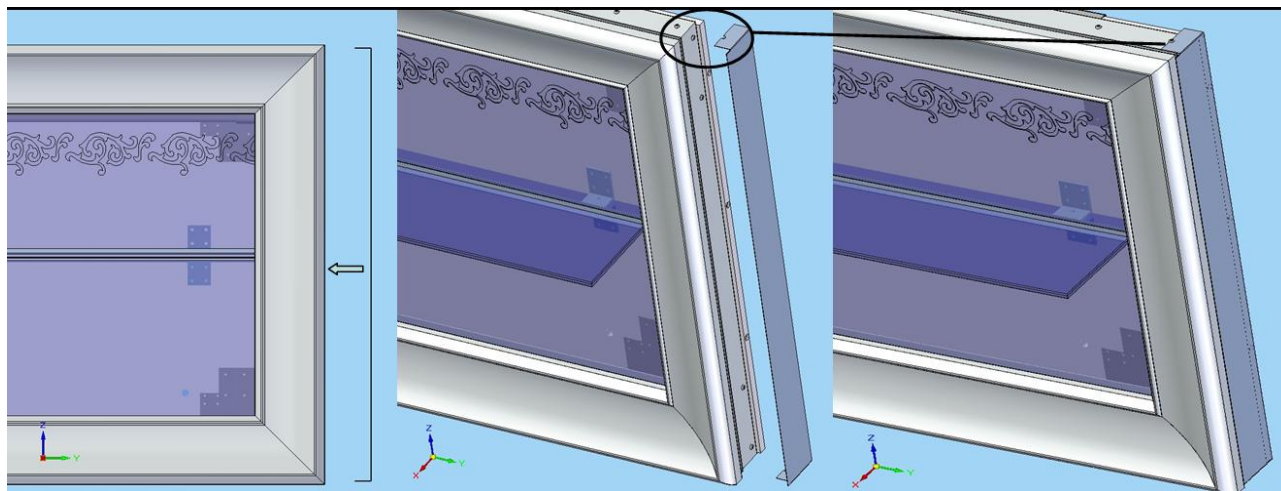
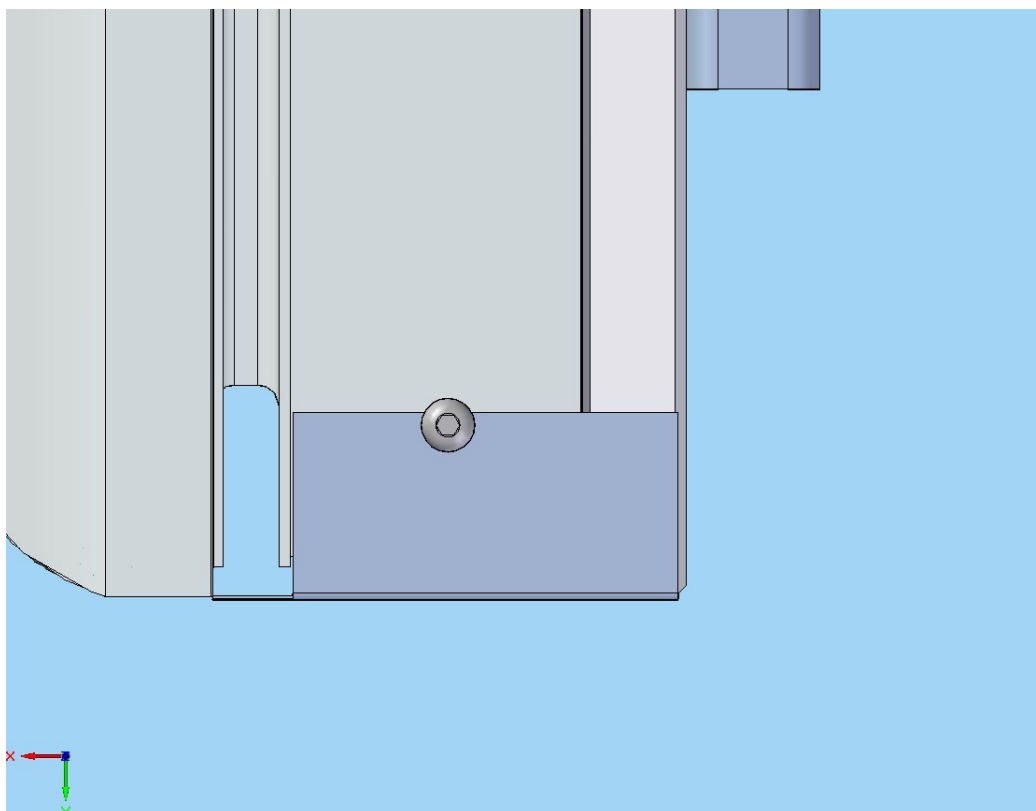

Figura 16
Figura 17
- 1 Aiutandosi con delle ventose inserire lo specchio superiore nella posizione di destinazione facendolo ruotare e spostandolo in verticale come indicato in figura 16 e nei particolari A B,C di figura 17
- 1 Accostare il fianco alla cornice dopo aver allentato le viti indicate in figura 16 e 17
- 2 Posizionare correttamente il fianco come indicato in figura 17 e stringere di nuovo le viti